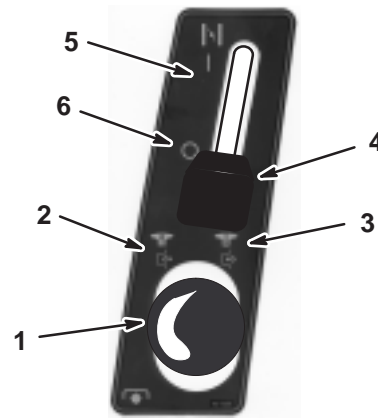
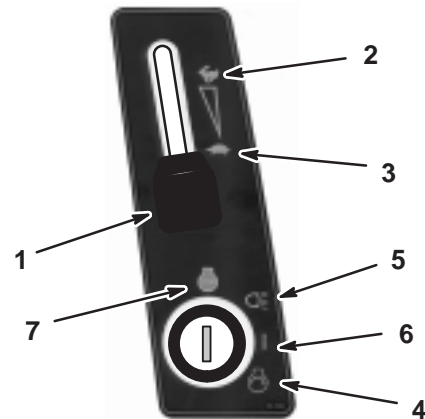

Bild 10
Bild 11
4. Kuppeln Sie die Zapfwelle aus (Bild 10).
5. Stellen Sie den Chokehebel beim Anlassen eines kalten Motors auf die Ein-Stellung (Bild 10).
6. Stellen Sie den Gashebel auf Langsam (Bild 11).
7. Drehen Sie den Zündschlüssel im Uhrzeigersinn und halten ihn auf Start (Bild 11). Lassen Sie den Schlüssel sofort los, wenn der Motor anspringt.
8. Stellen Sie nach dem Motorstart den Chokehebel langsam auf die Aus-Stellung (Bild 10) und den Gashebel auf Schnell (Bild 11).
1. Stellen Sie den Gashebel auf Langsam (Bild 11).
2. Stecken Sie den Zündschlüssel ein (Bild 11).